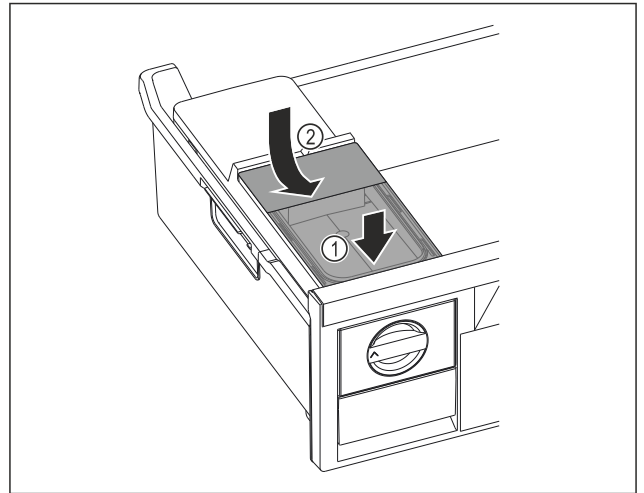

Fig. 110
- Wassertank vorne ansetzen. Fig. 110 (1)
- Wassertank hinten absenken. Fig. 110 (2)